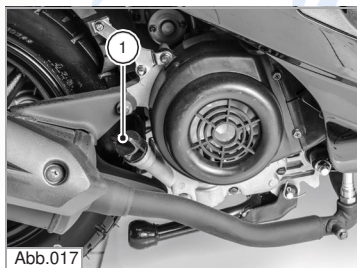

Abb.017
1. Prüfen Sie den Ölstand am Messstab (1) (Abb.017), welcher auf der rechten Seite des Motors sitzt. Wenn der Stand nicht im Bereich (MAX-MIN) liegt (Abb. 018) oder das Öl schwarz ist, wechseln Sie es.